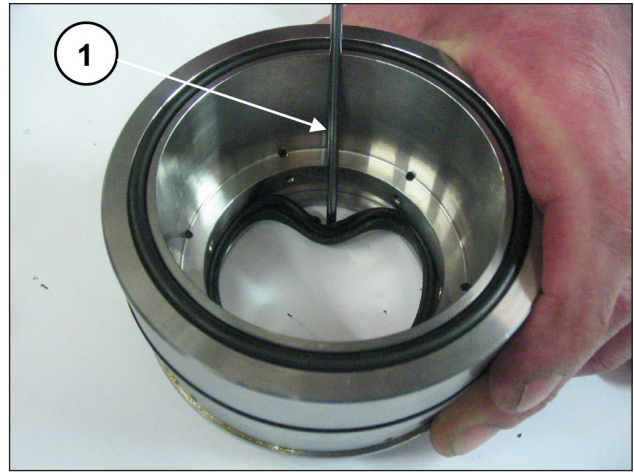

Fig. 193
Pour ôter le joint de basse pression, utiliser une jauge d'épaisseur ou un outil qui n'endommage pas le siège du support du joint (rep. ①, Fig. 193).